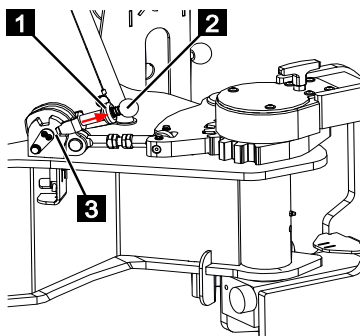

Fig. 127
5. Avec l'autre main, tirer le verrouillage (Fig.127/1) vers le haut en direction de la flèche et pousser le levier de verrouillage (Fig.127/2) complètement vers le bas.
6. Relâcher le verrouillage (Fig.127/1).
7. S'assurer que le levier de verrouillage (Fig.127/2) est complètement orienté vers le bas et que le verrouillage est enclenché dans la position inférieure (Fig.127/3).